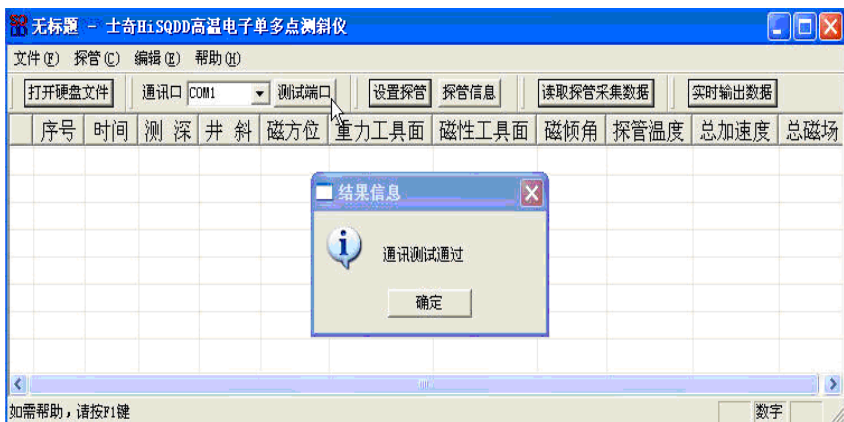

图 6
3. 如探管连接以及通讯口设置均正确，单击测试端口钮，即刻出现通讯测试通过提示，屏幕显示如图 6 所示。